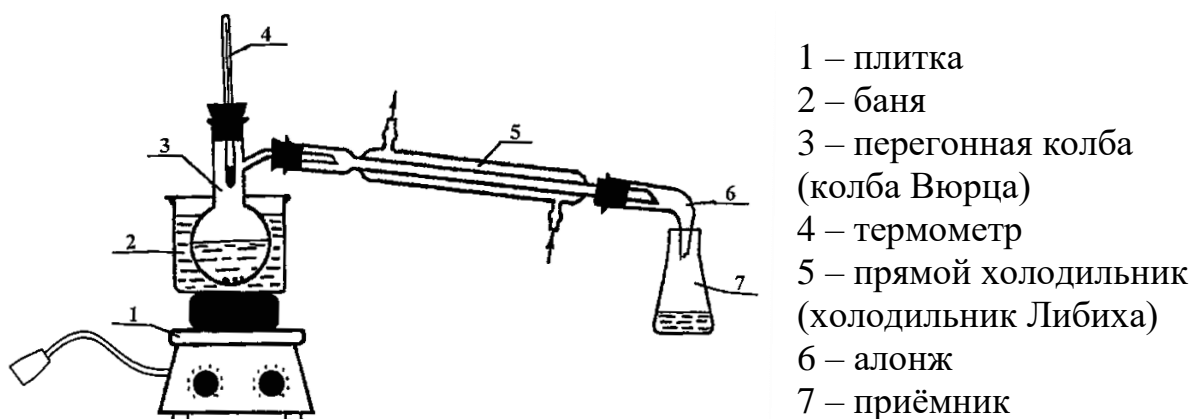

Рис. 1 *Схема установки простой перегонки жидких веществ*
Для проведения простой перегонки собирают установку из круглодонной колбы с боковым отводом (колба Вюрца), термометра, нисходящего прямого холодильника (холодильник Либиха), алонжа и приёмника, нагревательного устройства и бани (рис. 1). Установку закрепляют на двух штативах при помощи необходимого количества лапок и муфт.
4. Установку собирают в вытяжном шкафу обычно так, как показано на рис. 1, т.е. слева нагревательный прибор, справа – приёмник. Если в вытяжном шкафу работают два студента, то по технике безопасности лучше собирать установки навстречу друг другу, чтобы нагревательные приборы находились на максимальном расстоянии от приёмников с перегнанными летучими жидкостями.